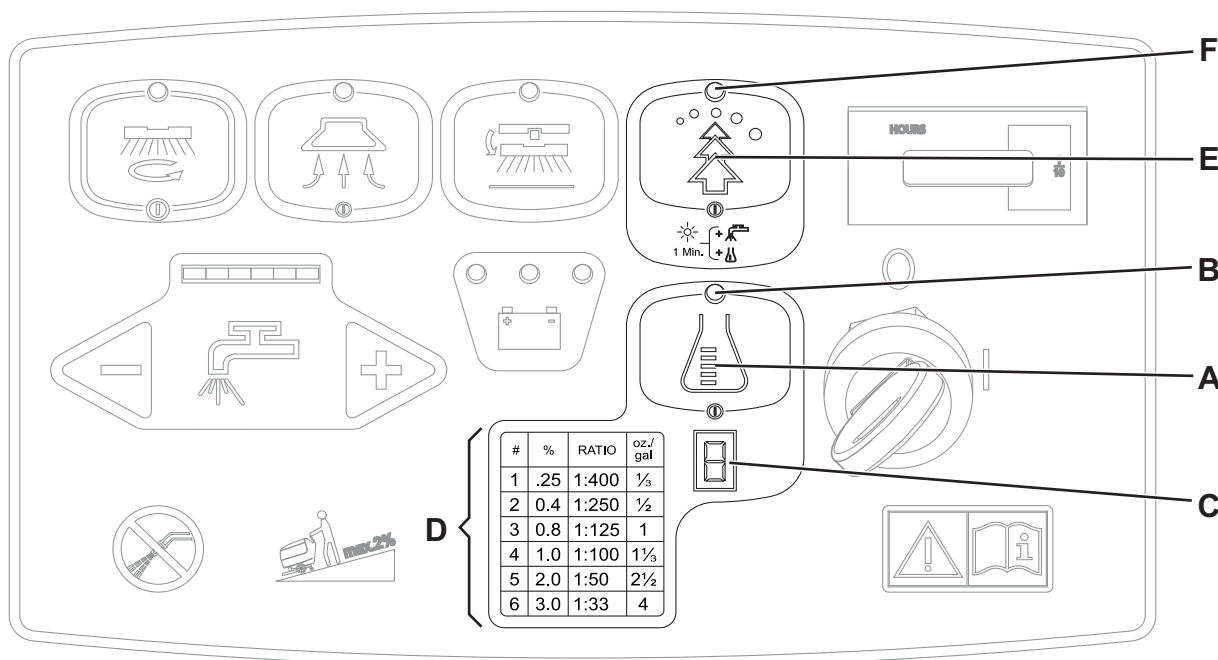

Figure 5
Le système pour le mélange du détergent à l'eau de lavage est activé en appuyant sur le bouton-poussoir de réglage du pourcentage de détergent (A, Fig. 5) : si le DEL (B) est allumé, le détergent est ajouté à l'eau de lavage.
Appuyer sur le bouton-poussoir EcoFlex™ (E, Fig. 5) chaque fois que l'on nécessite temporairement d'une plus grande puissance de lavage.